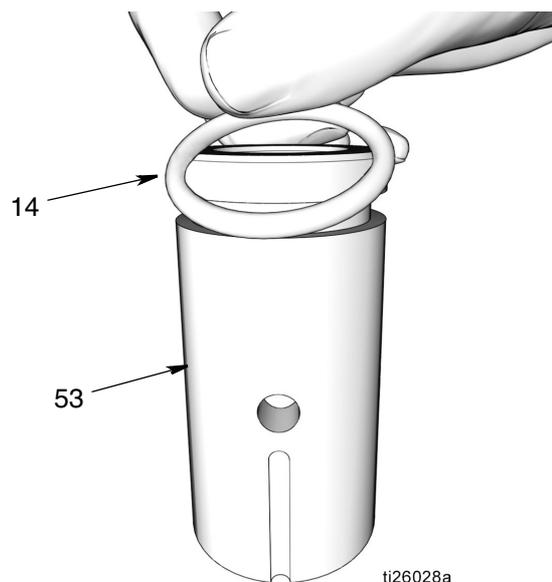

FIG. 43
5. Manica dell'elemento della pompa (53)
- Utilizzare un panno pulito per pulire la manica dell'elemento della pompa (53) e rimuovere sporco o contaminanti. Ispezionare la superficie per verificare l'eventuale presenza di graffi e/o danni.
- Applicare un sottile strato di grasso all'O-ring (14). Installare l'O-ring attorno alla manica dell'elemento della pompa (d) (FIG. 43).